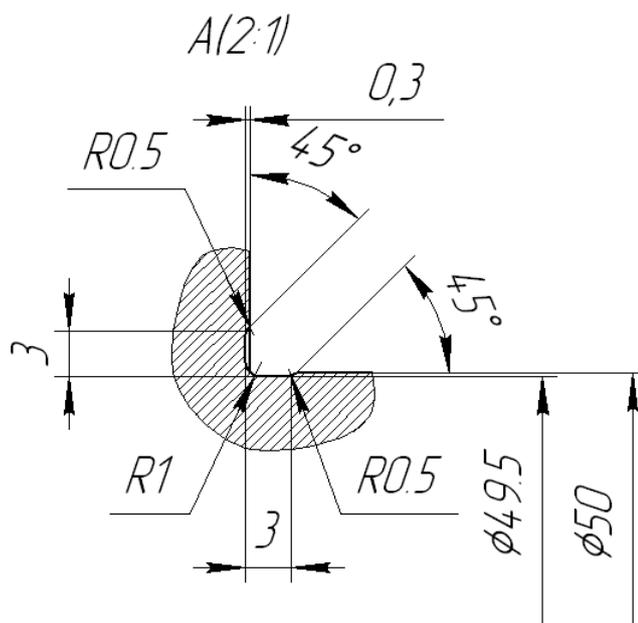

Рис. 2.16. Выносной элемент
17. Выполним формирование выносного элемента — вид **A**, рис. 2.16.